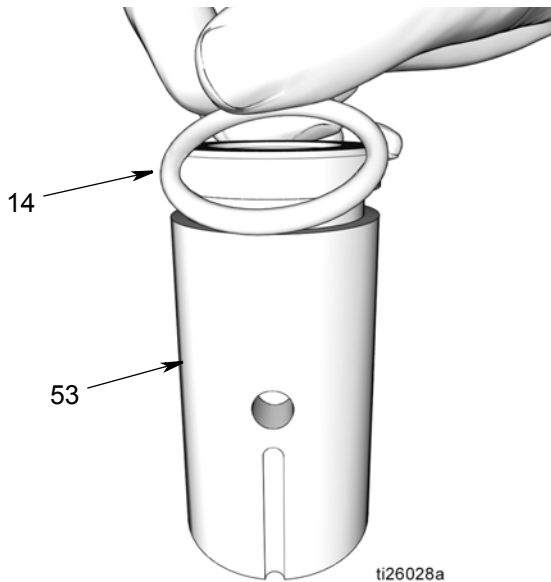

FIG. 41
5. Manchon de l'élément de pompe (53)
- a. Utiliser un chiffon propre pour essuyer le manchon de l'élément de pompe (53) et supprimer toute saleté ou tout contaminant. Examiner la surface et rechercher d'éventuels rayures ou dégâts.
- b. Appliquer une mince couche de graisse sur le joint torique (14). Monter le joint torique sur le manchon de l'élément de pompe (d) (FIG. 41).